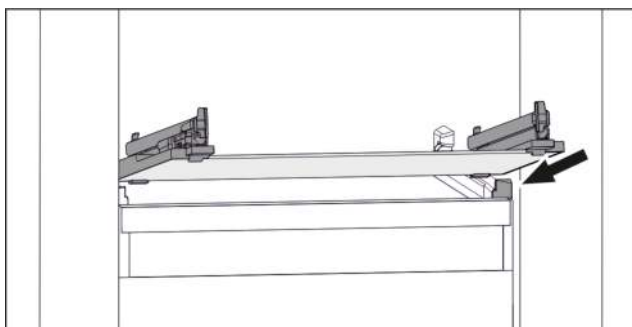

Fig. 99 Beispielhafte Darstellung der Glasplatte
- Glasplatte schräg hinter den Stoppern aufsetzen. (siehe Fig. 99)